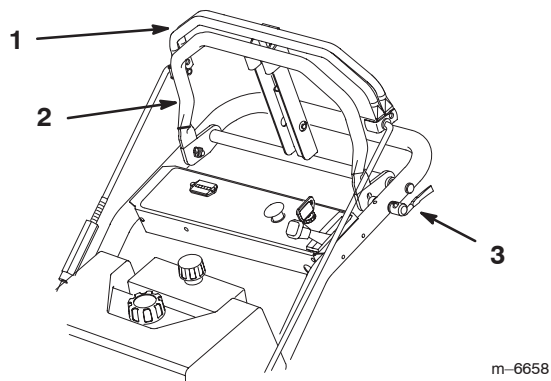

Figure 12
1. Placez les leviers de déblocage rapide en position débloquée (Fig. 12).
2. Déplacez la barre de référence en avant ou en arrière pour régler la vitesse de marche avant voulue. La flèche indique la vitesse de déplacement approximative (Fig. 12). Lorsque la barre est complètement poussée en avant, la machine se déplace à 10 km/h environ. Lorsque la barre de référence est au centre, la machine se déplace à 5 km/h environ.
3. Placez les leviers de déblocage rapide en position débloquée (Fig. 12).
1. Pour avancer, serrez lentement la barre de commande supérieure contre la barre de référence (Fig. 12).
2. Pour vous déplacer en ligne droite, appliquez une pression égale aux deux extrémités de la barre de commande supérieure (Fig. 12).
3. Pour tourner, relâchez la pression sur le côté de la barre de commande supérieure dans la direction que vous voulez prendre (Fig. 12)
4. Réglez la barre de référence de façon à maintenir une vitesse de déplacement prédéfinie qui vous convienne (Fig. 12).
5. Pour arrêter la machine, relâchez la barre de commande supérieure pour arrêter les deux roues (Fig. 12).
1. Pour vous déplacer en marche arrière, tirez doucement la barre de commande en arrière (Fig. 12).
3. Pour tourner, relâchez la pression sur le côté de la barre de commande supérieure opposé à la direction que vous voulez prendre (Fig. 12)
4. Pour arrêter la machine, relâchez la barre de commande supérieure pour arrêter les deux roues (Fig. 12).
1. Pour arrêter la machine, relâchez la barre de commande supérieure pour arrêter les deux roues (Fig. 12).